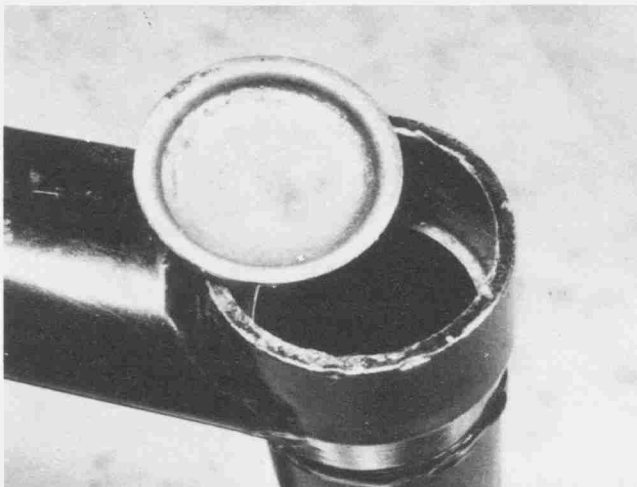

Bild 170
- Dichtringe erforderlichenfalls mit Schraubendreher heraushebeln. Lagerinnenringe herausnehmen, reinigen und kontrollieren. Lagerinnenringe in eingebautem Zustand reinigen und auf Brinellierung (Einkerbung) der Lauffläche untersuchen. Erforderlichenfalls Lagerausenringe aus ihrem Gehäuse heraushebeln und die Fettkappe aus dem linken Lagergehäuse herausheben (Bild 170).